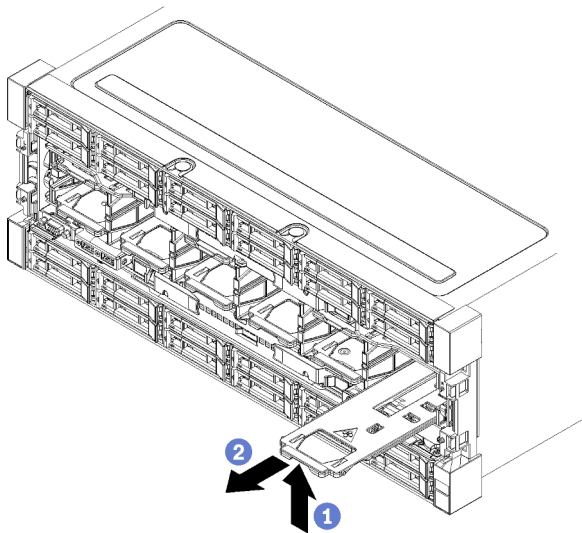

Figura 63. Extracción del ventilador
- Paso 1. Presione la manija del ventilador hacia el centro del servidor para liberar el pestillo; a continuación, empuje el ventilador hacia delante hasta la mitad (consulte Figura 63 “Extracción del ventilador” en la página 108) y espere 10 segundos.